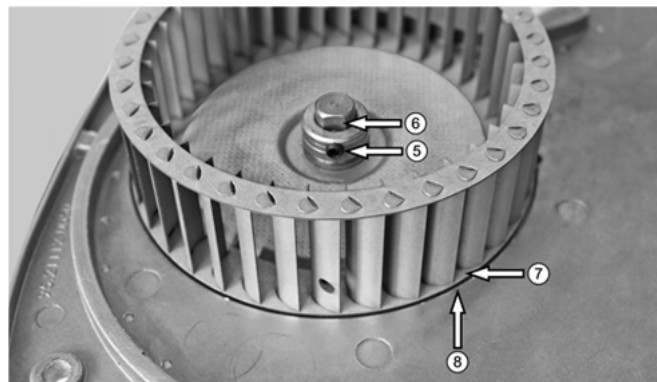

Abb. 39: Axiale Positionierung des Gebläserades
- ➔ Achten Sie darauf, dass die Befestigungsschraube (5) senkrecht zur Passfläche (6) ausgerichtet wird (s. Abb. 39).
Um die axiale Positionierung des Gebläserades sicherzustellen, muss die Innenfläche des Gebläserades (7) bündig mit der Fläche des Gehäusedeckels (8) abschließen (s. Abb. 39).
- ➔ Ziehen Sie die Befestigungsschraube (5) des Gebläserades fest.
Legende zu Abb. 39: